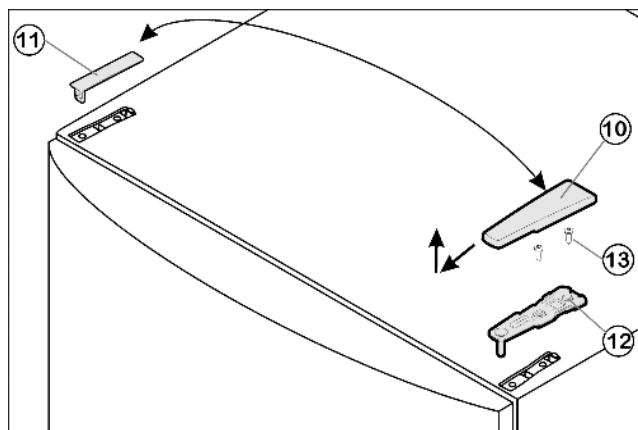

Fig. 4
- ▶ Wyjąć osłonę Fig. 4 (10) do przodu i do góry.
- ▶ Podnieść osłonę Fig. 4 (11).
- ▶ Odkręcić górną płytkę zawiasu Fig. 4 (12)(2 x Torx 25) Fig. 4 (13) i wyjąć ją do góry.
- ▶ Włożyć w drzwi górną płytkę zawiasu Fig. 4 (12) po nowej stronie zawiasów.
- ▶ Przykręcić mocno górną płytkę zawiasu Fig. 4 (12) (z siłą 4 Nm)(2 x Torx 25) Fig. 4 (13). Ewentualnie nakłuć otwory pod śruby lub użyć wkrętarki akumulatorowej.
- ▶ Zazębnić osłonę Fig. 4 (10) i osłonę Fig. 4 (11) odpowiednio po przeciwległej stronie.